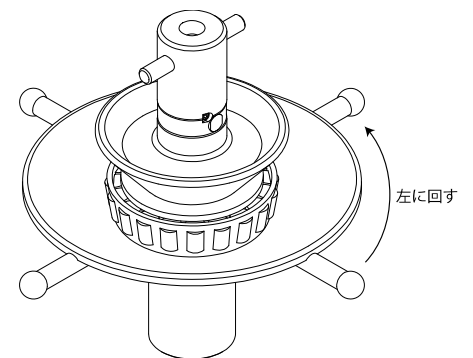

Fig.12
- 4) アンダーコーンの握り部を持ち、左（反時計方向）へ回して（上部に持ち上がる）ベアリングを固定してください。(Fig.12)